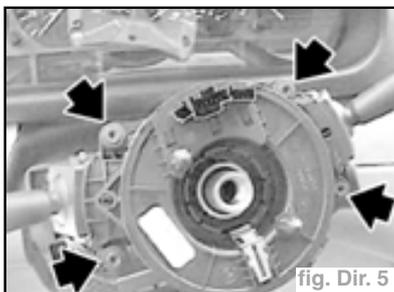

fig. Dir. 5
- Enlever les quatre vis, débrancher tous les connecteurs et démonter le commodo (fig. Dir. 5).